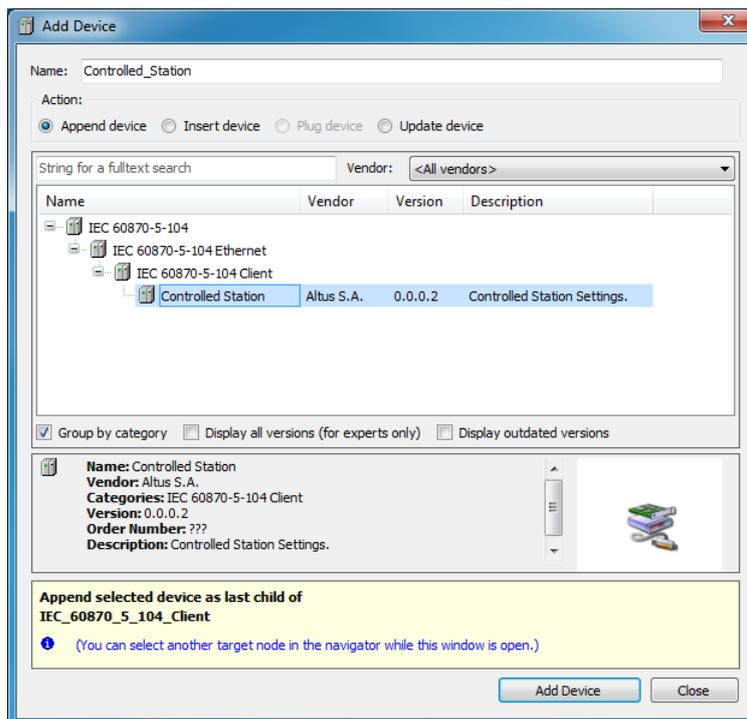

Figura 90: Tela de Inserção de Dispositivo Controlled Station Abaixo de um IEC 60870-5-104 Cliente
3. Adicionar e configurar dispositivos *Controlled Station* abaixo da instância do IEC 60870-5-104 Cliente, conforme ilustra a figura 90. Existe um limite máximo de 32 *Controlled Stations* abaixo de cada instância do IEC 60870-5-104 Cliente.